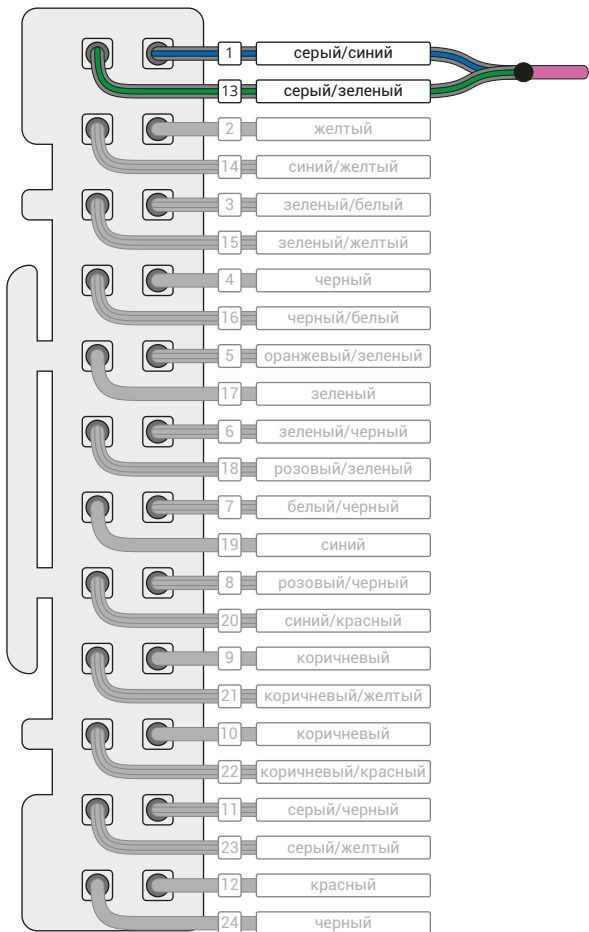
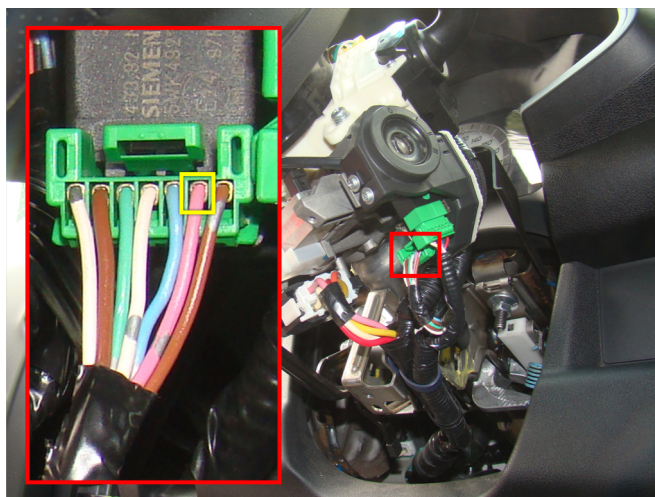

Рис.1 Призрак 8-й серии
Рис.2 Место подключения (розовый провод)
- Объедините между собой серый/синий провод (контакт №1) и серый/зеленый провод (контакт №13), находящиеся в разъеме X1 (см. рис. 1). Подключите их к шине данных а/м: розовый провод в 7-контактном зеленом разъеме рулевой колонки (см. рис. 2).